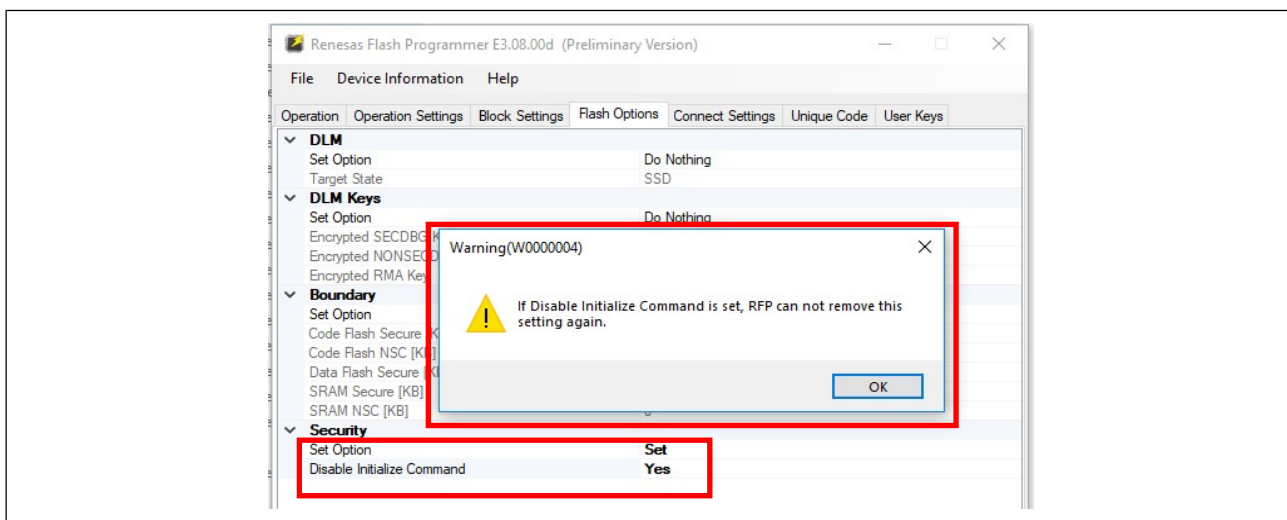

图 8. 禁用“Initialize”（初始化）命令
- 如果开发人员不想使用此功能，可以使用 RFP 永久禁用“**Initialize**”（初始化）命令，如图 8 所示。